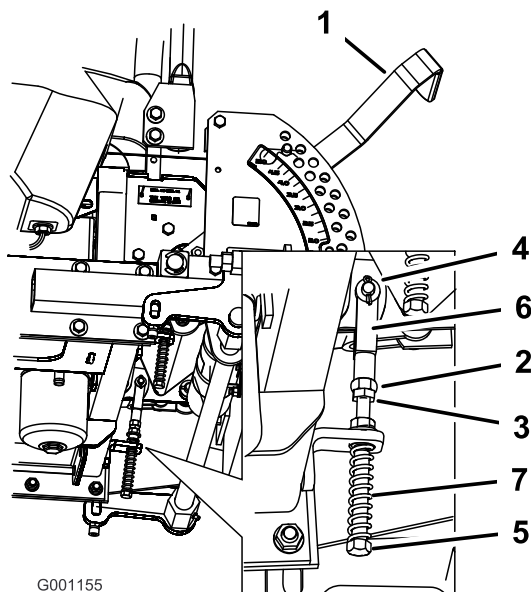

Figura 96
8. Si es necesario un ajuste, afloje la tuerca y la contratuerca contra la horquilla (Figura 96).
9. Aplique una ligera presión hacia atrás en la palanca de control de movimiento, y gire la cabeza del perno de ajuste en el sentido apropiado hasta que la palanca de control esté centrada en posición de BLOQUEO/PUNTO MUERTO (Figura 96).
10. Apriete la tuerca y la contratuerca (Figura 96).